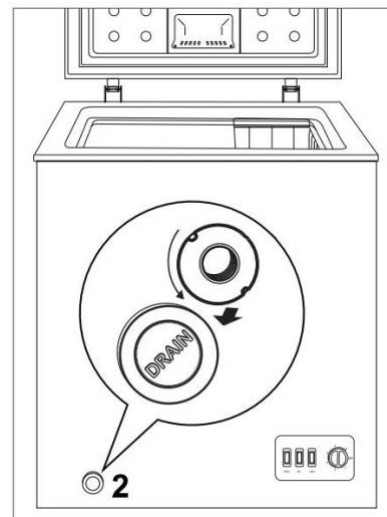

Fig. 8
1. En la parte inferior del equipo hay un orificio de drenaje para el agua de condensación. Si va a descongelar el equipo para su limpieza, abra la tapa (1) y deje que el agua de condensación escurra.
2. Tire del tubo de agua de condensación (2) (situado en la parte delantera del congelador) unos 20-25 mm hasta que pueda ver el orificio para el agua. Coloque un recipiente de recogida debajo y gire el tubo de condensación (Fig. 8) para que el agua de condensación pueda drenar hacia el recipiente de recogida.
4. Después de secar el interior del equipo, cierre la abertura de drenaje del agua de condensación girándola con los tapones (1).